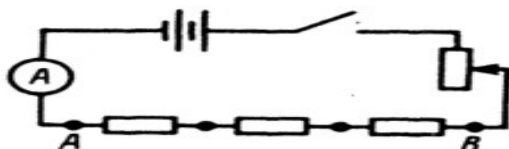

Рис.1
1. Составить электрическую цепь по схеме, изображенной на рис.1